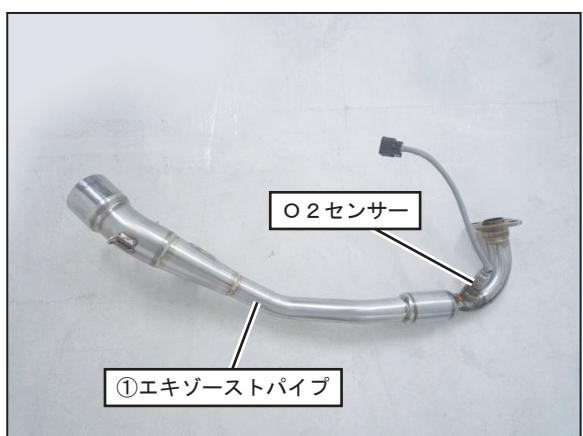

FIG. 4
5. 純正マフラーからO2センサーを取り外し、①エキゾーストパイプに取り付けて下さい。(FIG. 4参照)